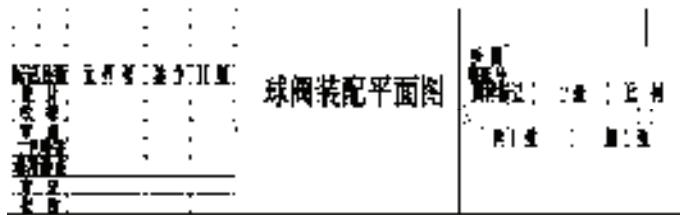

图 9-34 填写好的标题栏
- 2) 填写标题栏。单击“绘图”工具栏中的“多行文字”按钮 A，填写标题栏中相应的项目，结果如图 9-34 所示。